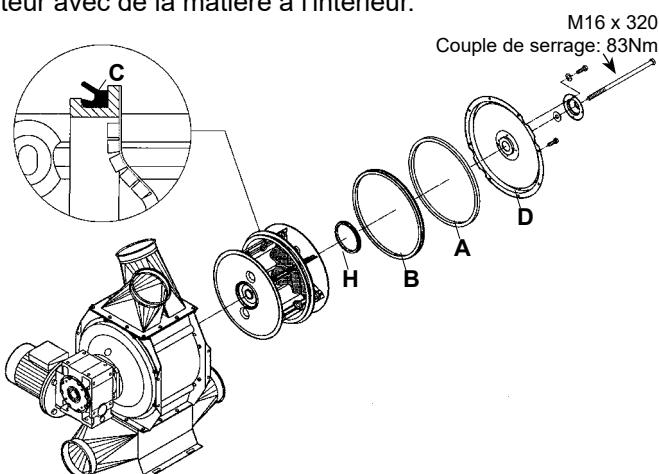

Fig. 5
Un joint d'étanchéité est fixé au milieu du rotor –voir figure 5- évitant ainsi l'aspiration de la matière à l'intérieur du ventilateur.
**Veuillez noter:** De par le design du joint torique, (C) qui doit être monté au milieu du rotor (figure 5) le moyen le plus aisés pour monter le rotor est de le faire du côté du moto-réducteur. Il est donc recommandé de démonter le moto-réducteur et les flasques pour monter le rotor du bon côté.